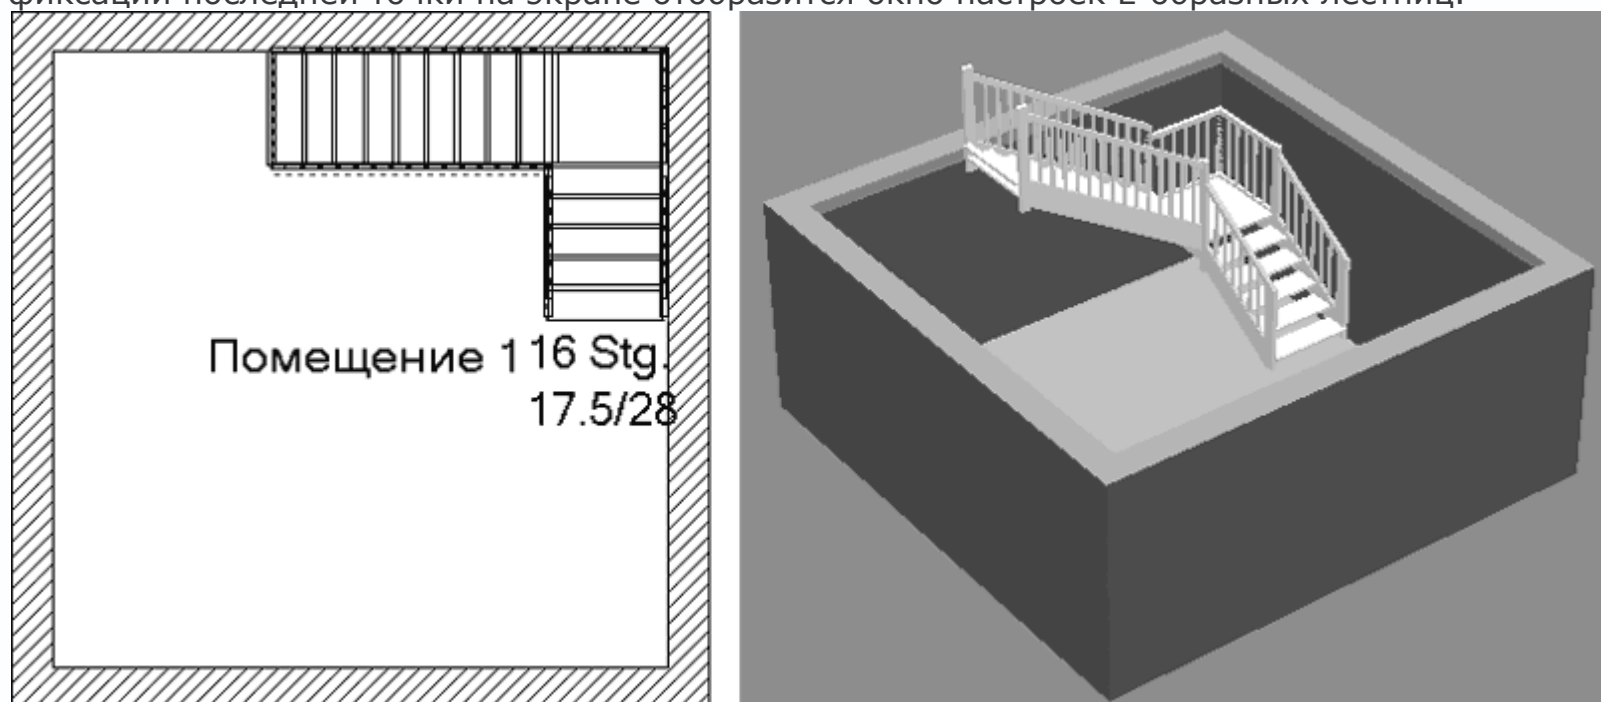

Рис. 1.25. L-образная лестница: изображение на плане (*слева*) и трехмерная модель (*справа*)
– Лестница с площадкой, L-образная (дерево) и Лестница с площадкой, L-образная (монолит) – создают L-образную лестницу (рис. 1.25). Для построения необходимо указать три точки, определяющие прямоугольник, в который на плане впишется проекция лестницы. Высота, как и для других типов, по умолчанию устанавливается равной высоте этажа. После фиксации последней точки на экране отобразится окно настроек L-образных лестниц.